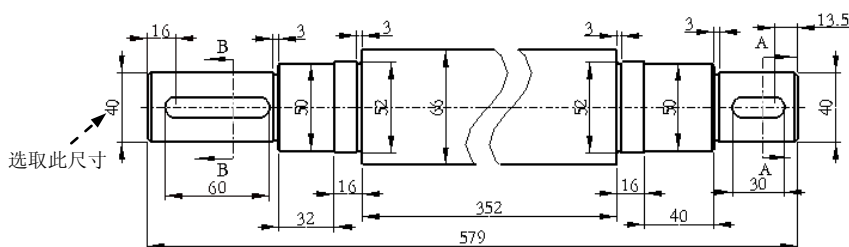

图 5.9.17 添加 (纵向) 尺寸
(8) 添加 (纵向) 尺寸 (八)。参照以上步骤，添加图 5.9.17 所示的七个纵向尺寸
(1) 选取图 5.9.17 所示的尺寸，右击尺寸文本，在弹出的快捷菜单中选择 **属性(R)** 命令，系统弹出“尺寸属性”对话框。
(2) 在对话框的 **属性** 选项卡 **值和显示** 区域的 **小数位数** 文本框中输入数值 3，在 **公差** 区域的 **公差模式** 下拉列表中选择 **加-减** 选项，在 **上公差** 文本框中输入数值 0.028，在 **下公差** 下拉列表中输入数值 -0.017。
(3) 在对话框中打开 **显示** 选项卡，单击以激活 **前缀** 文本框，然后在对话框的下方单击 **文本符号...** 按钮，在弹出的“文本符号”对话框中单击  按钮，在 **前缀** 文本框中插入符号“&”。
(4) 单击对话框中的 **确定** 按钮，关闭“尺寸属性”对话框，此时在所选尺寸的文